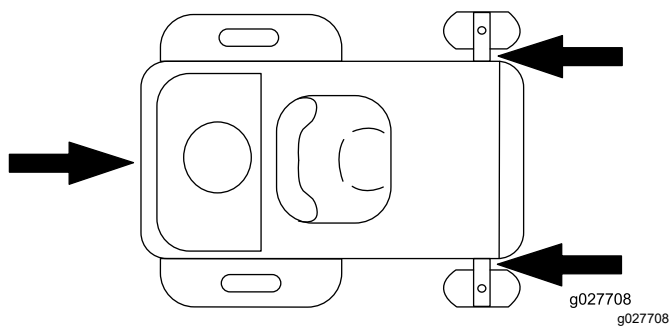

Figure 30
- Arrimez la machine près des roues pivotantes avant et du cadre arrière à l'aide de sangles, chaînes, câbles ou cordes (Figure 30). Reportez-vous à la réglementation locale concernant les exigences en matière d'arrimage.